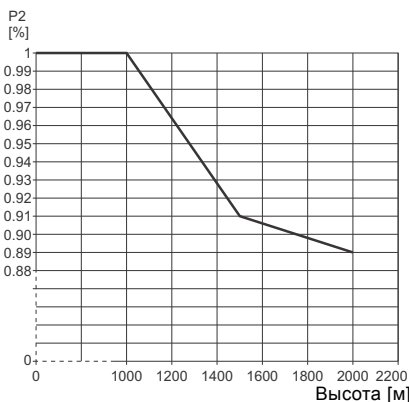

Рис. 3 Снижение выходной мощности электродвигателя (P2) в зависимости от высоты над уровнем моря
- При установке электродвигателей на высоте более 1000 метров над уровнем моря не следует давать им полную нагрузку по причине низкой плотности воздуха и как следствие - ухудшения его охлаждающей способности. См. рис. 3.